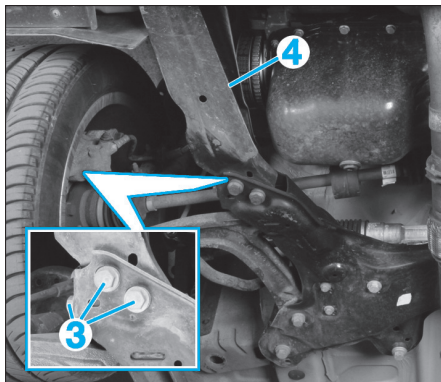

Fig. 16
- Déposer les vis (3) et extraire le tirant (4) (Fig.16).